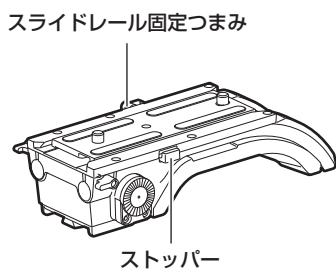

図1
- 2 ストッパーを押しながら、スライドレールをショルダーマウントモジュールから外す。(図1)